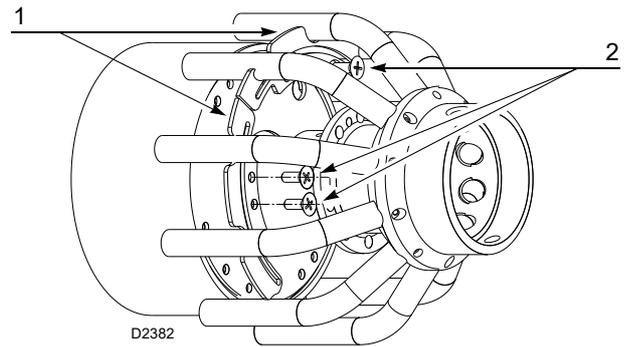

Abb. 16
- entfernen Sie die 8 Schrauben 2)(Abb. 16);